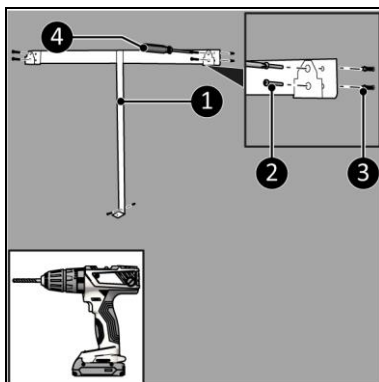

Abbildung 7
4. Platzieren Sie die Wandhalterung (Abbildung 7, Pos. 1) an der Wand und markieren Sie die fünf Löcher.
6. Platzieren Sie die Dübel (Abbildung 7, Pos. 3).
7. Schrauben Sie die Wandhalterungen (Abbildung 7, Pos. 2) mit fünf großen Schrauben (Abbildung 7, Pos. 2) mit einem Phillips Kreuzschlitzschraubendreher (Abbildung 7, Pos. 4) an die Wand.